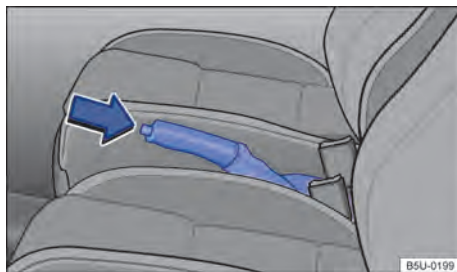

Fig. 89 Entre os bancos dianteiros: alavanca do freio de estacionamento.
- Puxar a alavanca do freio de estacionamento para cima com o botão bloqueador pressionado → Fig. 89 (seta).
- O freio de estacionamento está puxado quando, com a ignição ligada, a luz de controle (P) no instrumento combinado está acesa → Página 109.
- Puxar a alavanca do freio de estacionamento um pouco para cima e pressionar o botão bloqueador → Fig. 89 (seta).